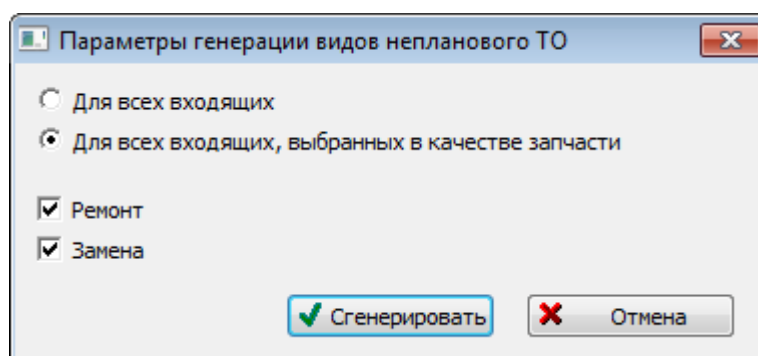

Рис. 12-18 – Диалоговое окно для выбора параметров генерации видов непланового ТО
- 3) В открывшемся диалоговом окне выбрать необходимые значения (рис. 12-18):